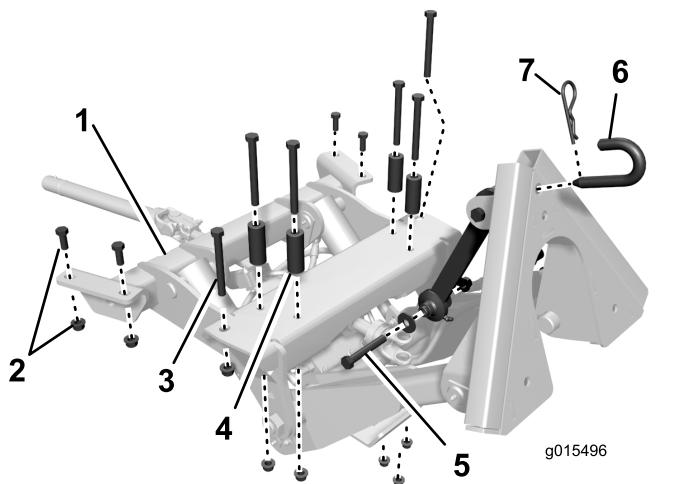
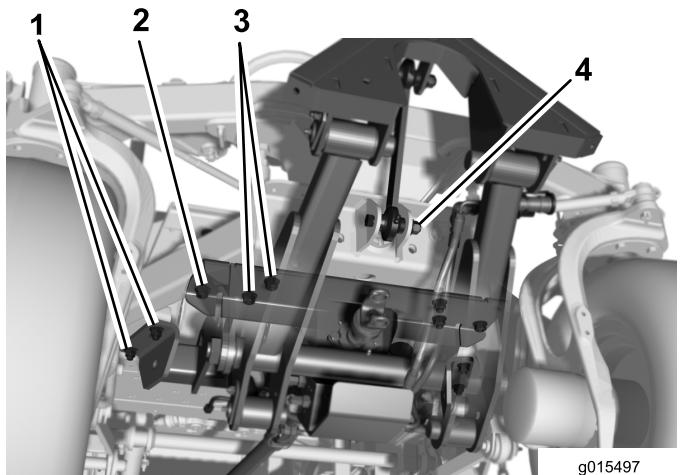
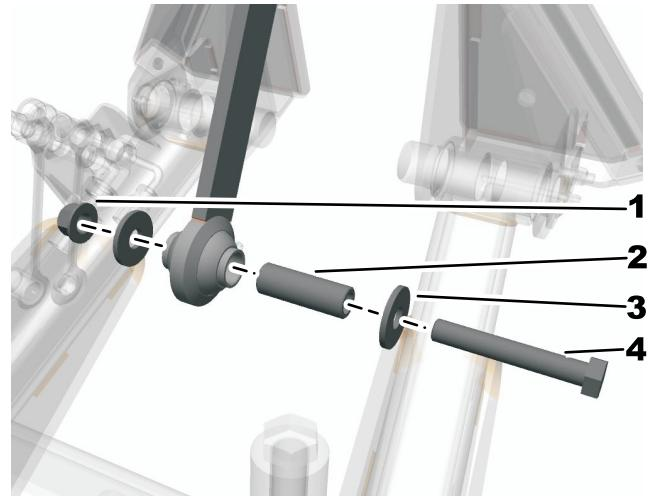

图5
图6
图7
1. 图5 显示了用于将前部附件机架固定到主机机架下方的紧固件的位置、放置方式及大小。
3. 将前部附件机架放在机器前部下方图6。
4. 升起前部附件机架同时将安装孔与机架槽和前机架十字板中的安装孔对准图6。
5. 在附件前部用 1/2 x 4-1/2 英寸的螺丝和 1/2 英寸凸缘螺母将两侧的外孔固定到机架槽上图6。
6. 在附件后部用 2 个 1/2 x 1-1/4 英寸的螺丝和 1/2 英寸凸缘螺母将两侧松松地安装到机架槽上图6。
7. 使用剩余的 4 个安装孔用 1/2 x 4-1/2 英寸螺丝、隔片和 1/2 英寸凸缘螺母将附件固定到机架十字板上图6。将隔片放置到螺丝头与十字板之间。
9. 用 1/2 x 3-1/4 英寸螺丝、2 个支撑垫圈和 1/2 英寸锁紧螺母将顶部联杆组件固定到轴支撑架上图5 和 图6。垫圈应置于轴支撑架吊耳的外侧。安装隔片并上紧扭矩至 91113Nm 图7。